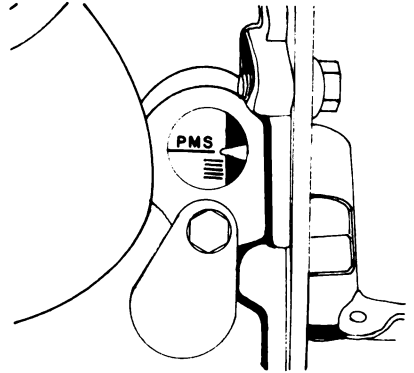

Fig. 20. Por la ventanilla de observación se ven las marcas de adelanto.
- 5) Observe por la ventanilla de la volante (en algunos motores en la polea del cigüeñal) la marca de adelanto deseada (Fig. 20) que aparecerá al continuar girando el cigüeñal lentamente.